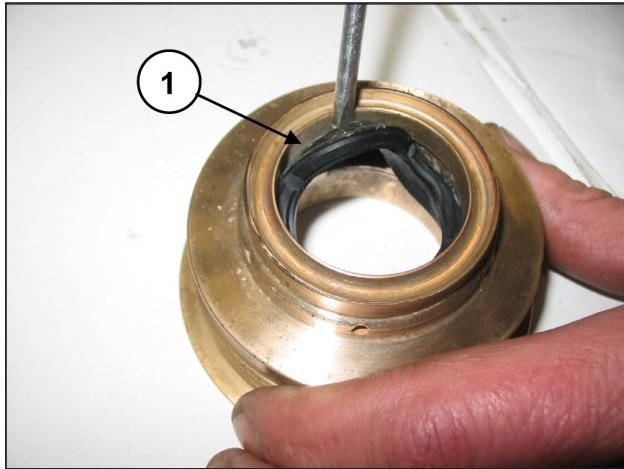

Fig. 173
Pour déposer le joint basse pression, utiliser une jauge d'épaisseur ou un outil qui n'endommage pas le siège du support des joints (rep. ①, Fig. 173).